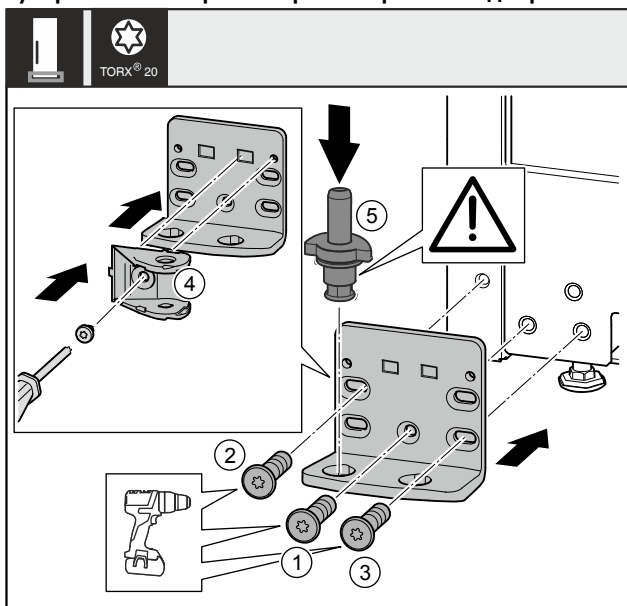

Fig. 37 *
- ▶ Установите опорный кронштейн с другой стороны и прикрутите с помощью отвертки. Начините с винта Fig. 37 (1) снизу в центре.*
- ▶ Затяните винт Fig. 37 (2) и винт Fig. 37 (3).*
- ▶ Поверните соединительный элемент амортизатора закрывания дверей Fig. 37 (4) на 180°. Прикрутите с другой стороны опорного кронштейна с помощью отвертки.*
- ▶ Снова установите опорный палец Fig. 37 (5) в сборе. При этом проследите за тем, чтобы выступ фиксатора был направлен назад.*